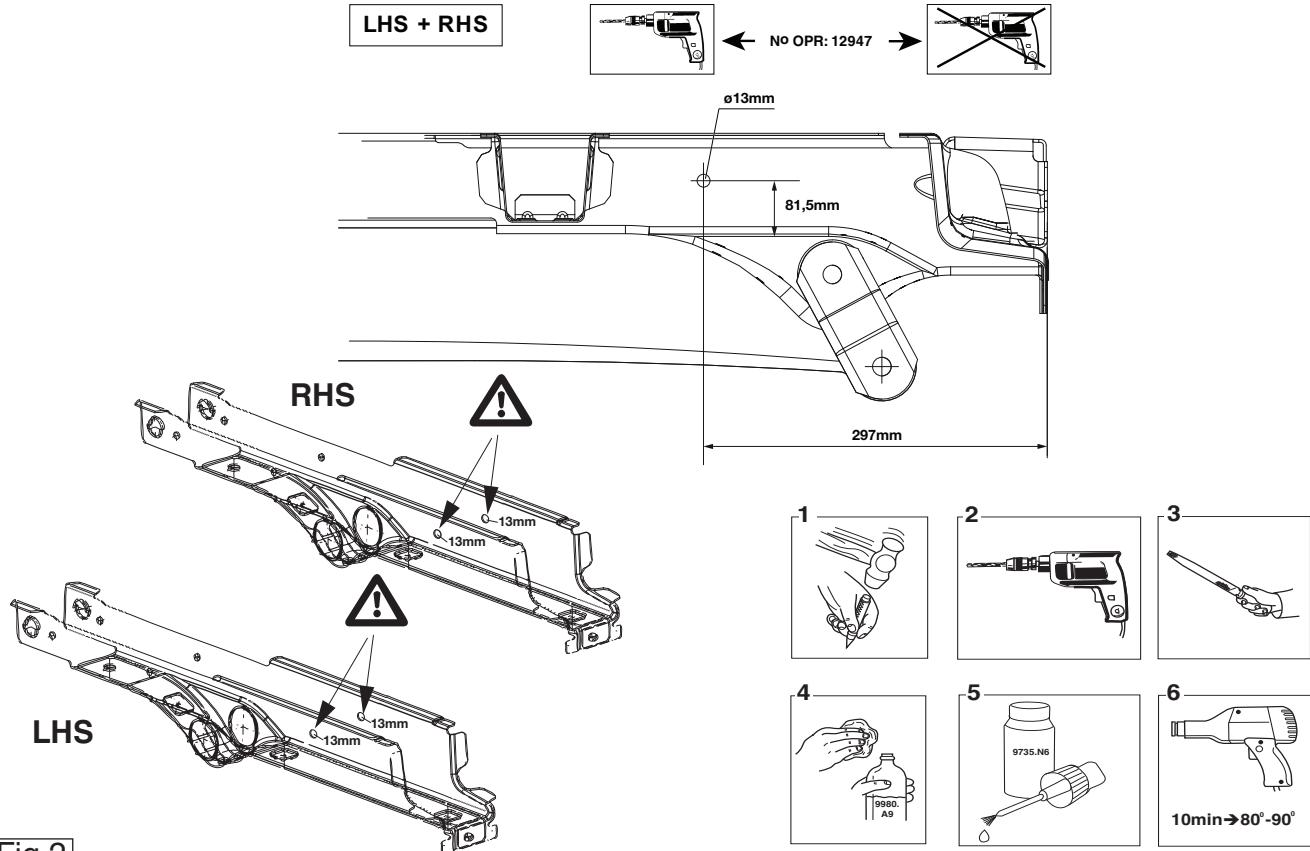

Fig.2
6. Для автомобилей L4: Просверлить отверстие диаметром Ø13mm, как указано на рис. 2.